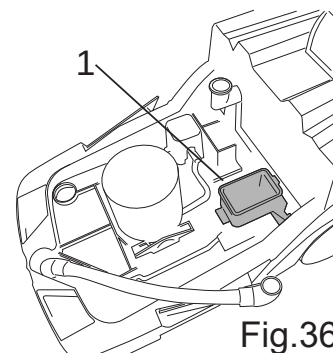

Fig.36
- Nettoyer l'intérieur de la soupape d'étranglement (Fig.36-Rep.1) en éliminant les éventuels dépôts et rincer à l'eau, puis avec un chiffon doux nettoyer les joints du couvercle.